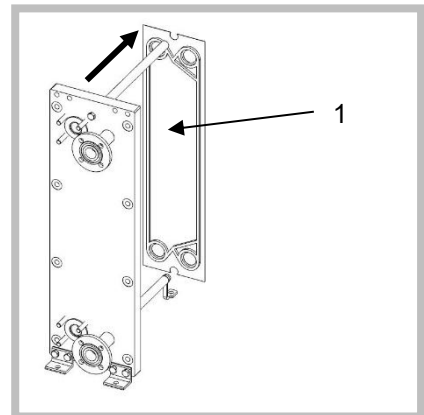

图 35
2. 请另一个人固定换热板以防止其滑动。将换热板 [1] 一块接一块地滑出支撑杆（图 35）。